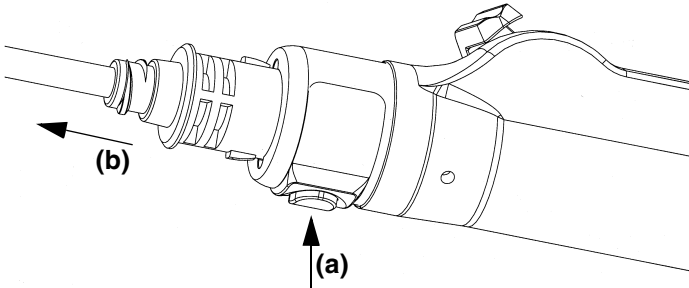

Figura 4: Scoaterea unei lame
4. Pentru a scoate o lamă, apăsați butonul de eliberare rapidă de pe mânerul de aplicare (a) și trageți lama în afară (b). (Consultați Figura 4.)